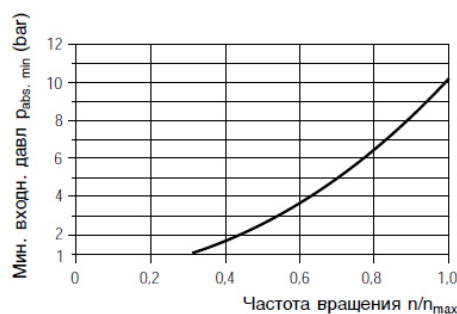

Рис. 3 – Минимальное давление на входе А(В), при работе гидромотора в режиме насоса.
2.1.1.4 При работе гидромотора, в режиме насоса, во избежание поломки гидромотора должно быть обеспечено минимальное входное давление, которое зависит от скорости вращения (см. рисунок 3).